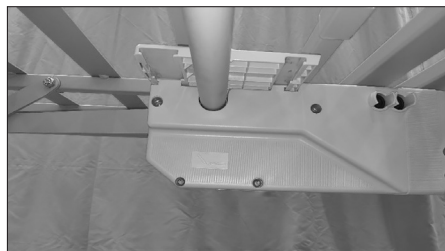

Fig.12
3. Cierre el compartimento de mecanismos con las tapas correspondientes, deslizándolas lateralmente, teniendo cuidado de no separar el motor de las secciones (**Fig.12**)